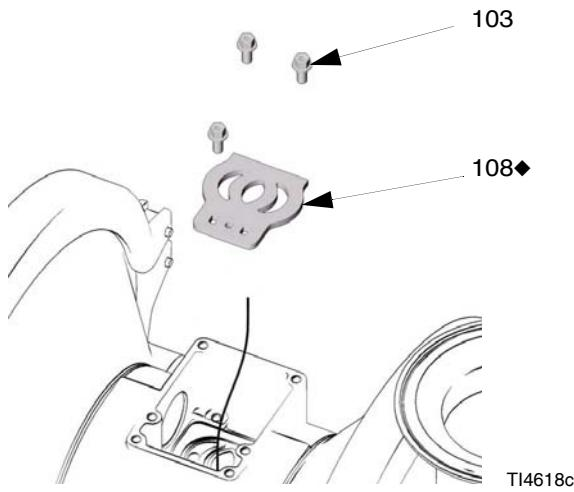

Рис. 9
5. Осмотрите пластину (108) клапана, не снимая ее. Если пластина повреждена, выкрутите три винта (103) с помощью звездообразного ключа (T20) или торцового ключа 7 мм. Снимите пластину (108) клапана. См. Рис. 9.
- Установите пластину (108) клапана в углубление. Обеспечьте герметичность оборудования. Вкрутите три винта (103) с помощью звездообразного ключа (T20) или торцового ключа 7 мм. Затягивать винты следует до тех пор, пока нижняя часть винтов не выступит из корпуса. См. Рис. 9.